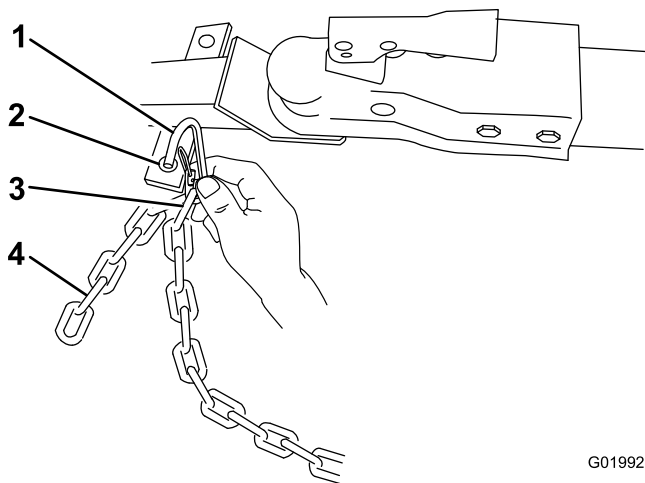

Figure 20
3. Accrochez chaque bout de la chaîne au point de montage de la chaîne de sécurité du véhicule tracteur à l'aide des maillons d'attache (Figure 20).